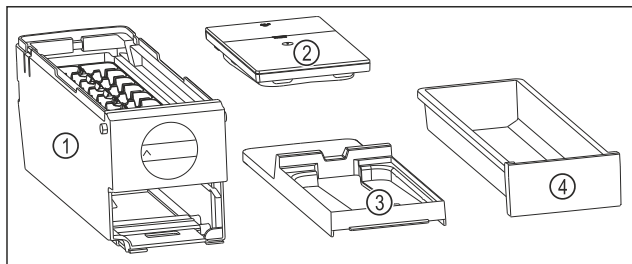

Fig. 173 Dele af EasyTwist-Ice
- EasyTwist-Ice er adskilt i fire dele. (se Fig. 173)
- EasyTwist-Ice må kun adskilles i de afbildede dele. (se Fig. 173)
- Rengør EasyTwist-Ice-legemet Fig. 173 (1) som en helhed.